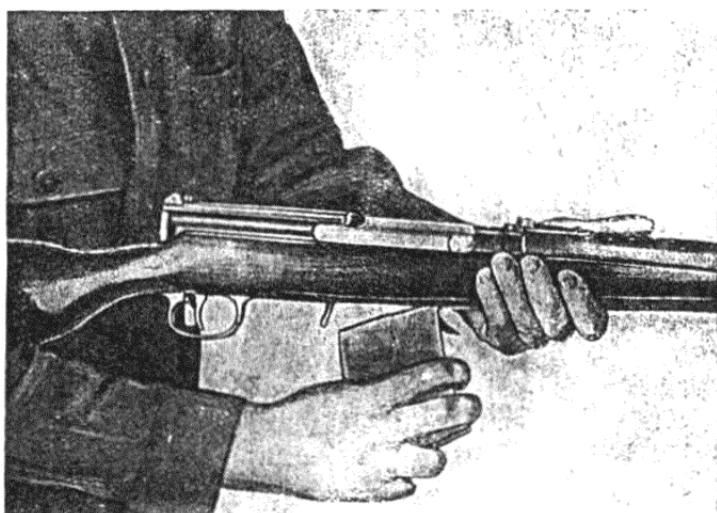

Рис. 70. Примыкание магазина.
11. Вставить магазин, дослав его до места легким ударом руки по крышке магазина (рис. 70).